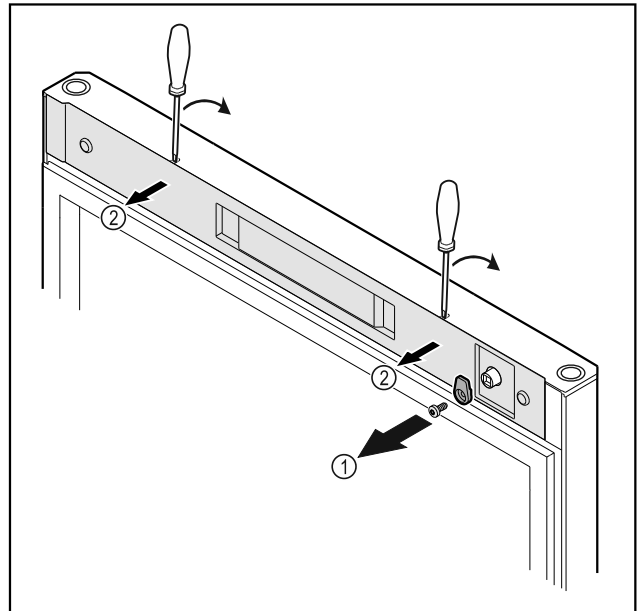

Fig. 22
- Sluithaak Fig. 22 (1) losschroeven.
- Afdekking Fig. 22 (2) met een kleine schroevendraaier losmaken en verwijderen.